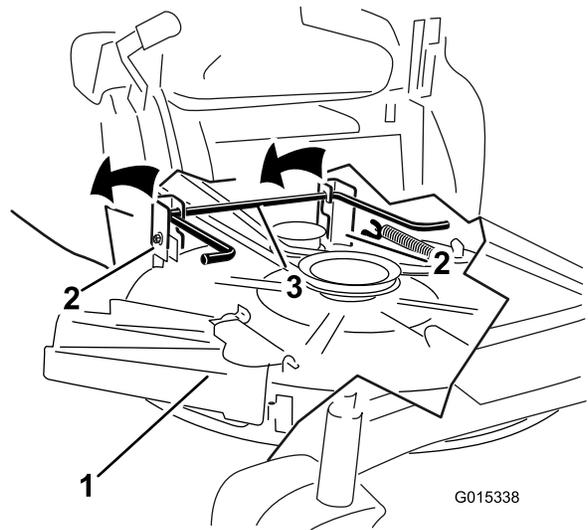

Figura 71
7. Levante a plataforma de corte e os suportes de suspensão afastando da haste de elevação traseira e baixe o cortador cuidadosamente até ao chão (Figura 71).
5. Levante parte de trás da plataforma de corte e oriente os suportes de suspensão por cima da haste de elevação traseira (Figura 71).